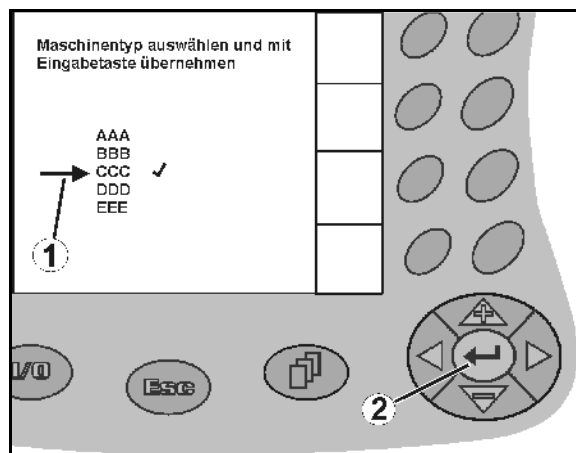

Fig. 14
- Manövrera urvalspilen (Fig. 14/1) med hjälp av  och .
-  Bekräfta valet (Fig. 14/2).